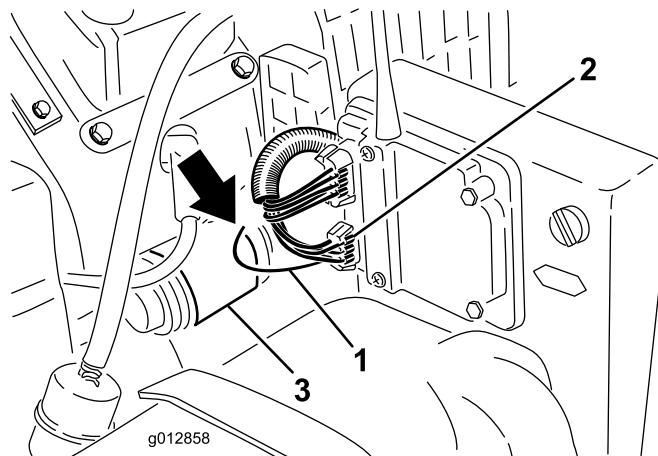

Figura 24
1. Individuate il cavo giallo a righe nere che è infilato nel tubo del cablaggio preassemblato proveniente dal connettore a 6 poli del ricevitore (Figura 24). Estraete il cavo dal tubo.